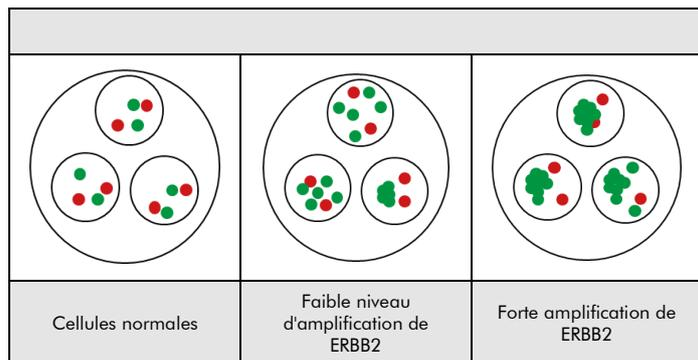

Fig. 2: Résultats attendus dans les noyaux en interphase normaux et présentant une aberration
**Situation normale** : Dans les interphases de cellules normales ou de cellules sans amplification impliquant la région du gène ERBB2, deux signaux distincts en forme de points verts et deux signaux distincts en forme de points rouges apparaissent (Voir figure 2).
**Situation aberrante** : Dans les cellules présentant une amplification de la région du gène ERBB2, on observe un nombre accru de signaux verts ou de grappes de signaux verts (Voir figure 2).